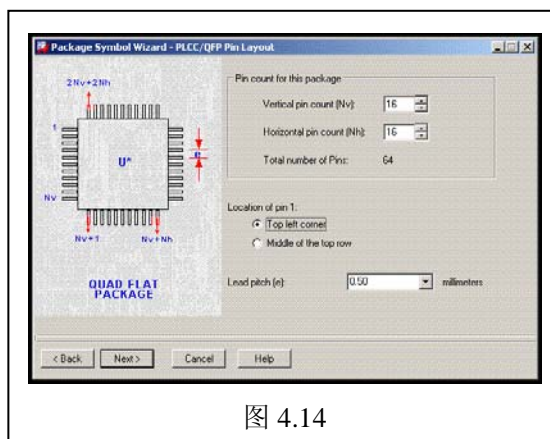

图 4.14
5) 设置 pin 数与间距：如果你的设置与图 4.14 不一样，请照单修改。注意 pin1 的位置选择！